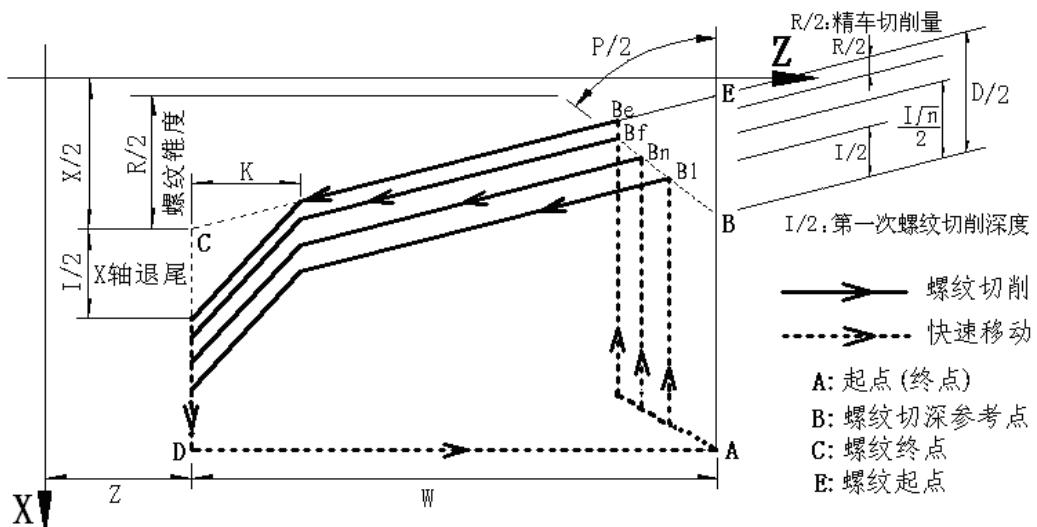

图 4-16-17
- 1) 系统执行该指令时，会自动将 P、L、R、Q 四个字段的数值装入各自对应的参数中，因为在执行指令②时要用到这几个参数项。
- 2) 执行该指令时，D、I 被记忆到系统内部，在执行 G76②时会用到。
- 3) 程序中必须先执行一条 G76①，才能执行一条或多条 G76②，否则会由于缺少必要的信息而报警。
- 4) P、L、R、Q 可以全部省略，当省略时，执行 G76②将按参数 P336、P337、P338、P339 设定值运行；但 D、I 不能省略。
**相关定义：**（如图 4-16-17 所示）